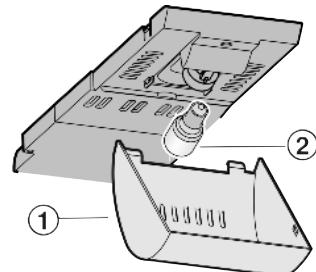

Fig. 12
▶ Возьмитесь за крышку Fig. 12 (1) спереди и снимите с крючка сзади.
▶ Лампу накаливания Fig. 12 (2) заменить.
▶ Снова наденьте крышку Fig. 12 (1).